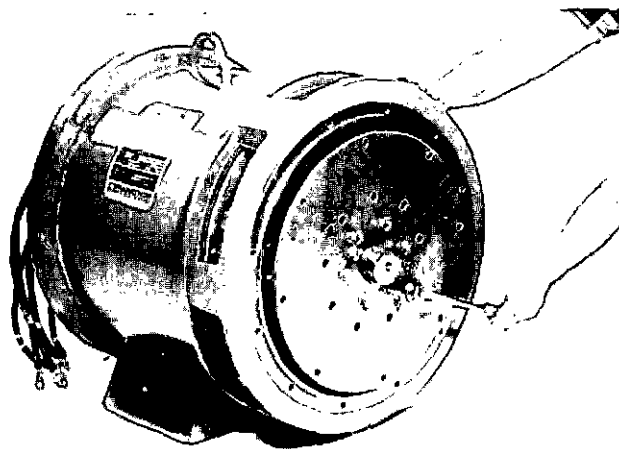

FIGURE 6-15
- 3.a. Pour les alternateurs monopaliers, dévisser les vis fixant les disques flectors sur le manchon d'accouplement. (figure 6-15).